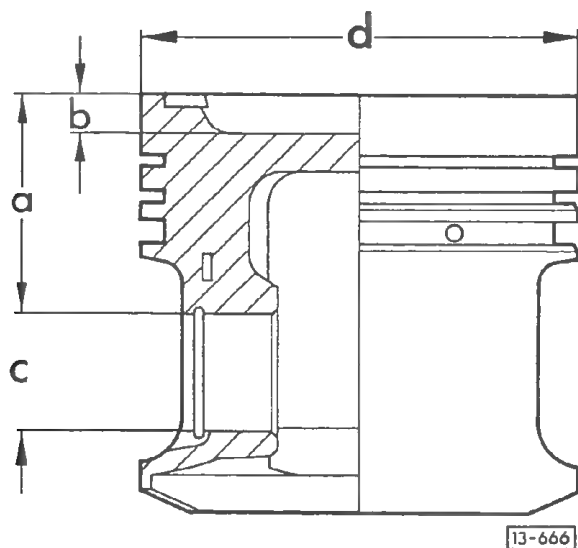

Fig. 7 Caractéristiques distinctives du piston
- Caractéristiques distinctives — fig. 7